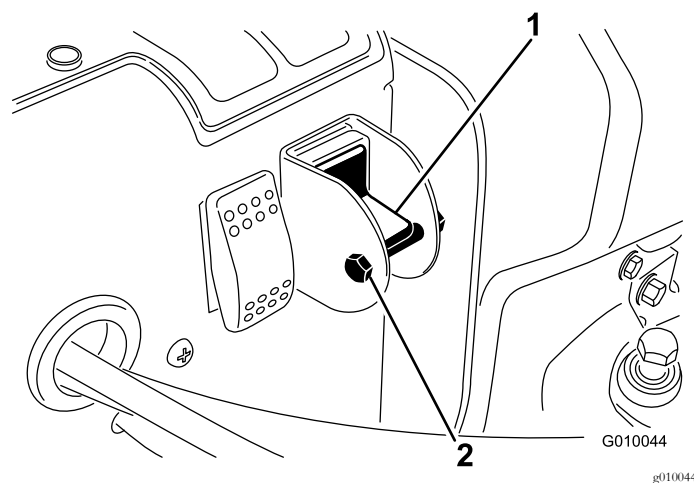

Figure 29
4. Retirez le boulon de blocage et l'écrou du sélecteur (Figure 29).